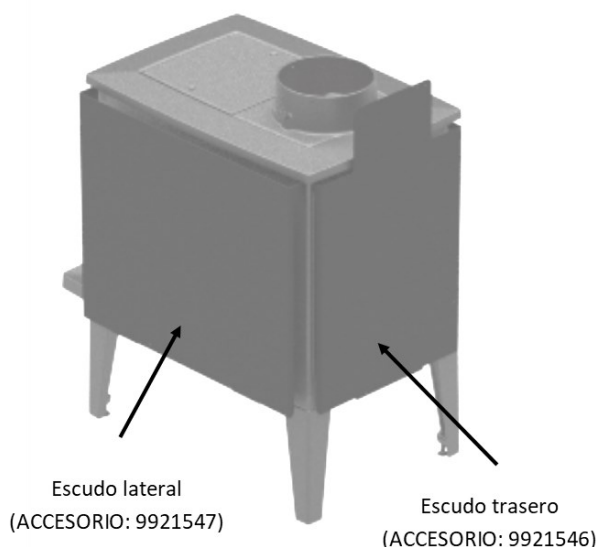

FIG. 3
- ACCESORIO: Escudos trasero y lateral. No se suministran con el aparato. (FIG. 3).